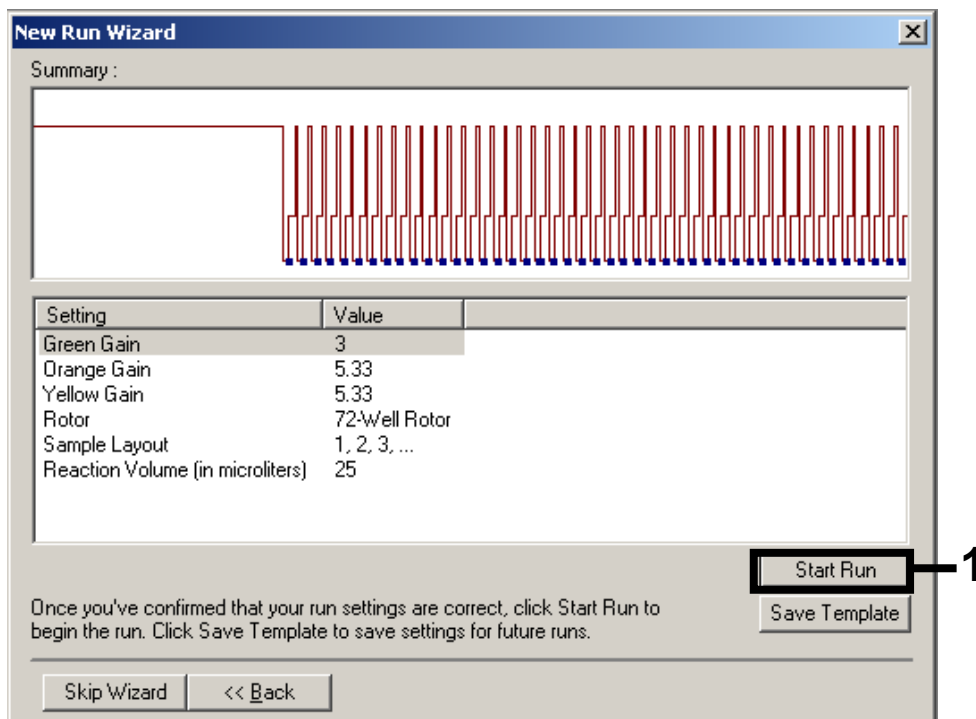

Figura 9. Inicio del ciclo.
11. Los valores de ganancia determinados por la calibración de los canales se guardan automáticamente y se muestran en la última ventana de menú del procedimiento de programación (figura 9). Haga clic en "Start Run" (comenzar ciclo).